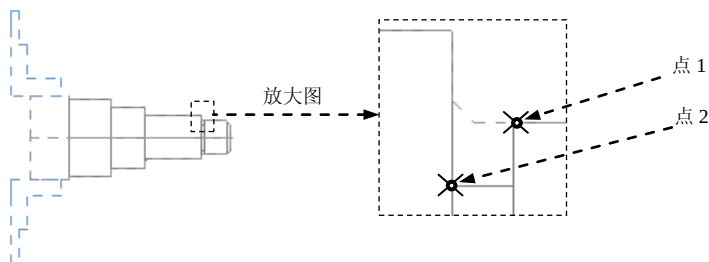
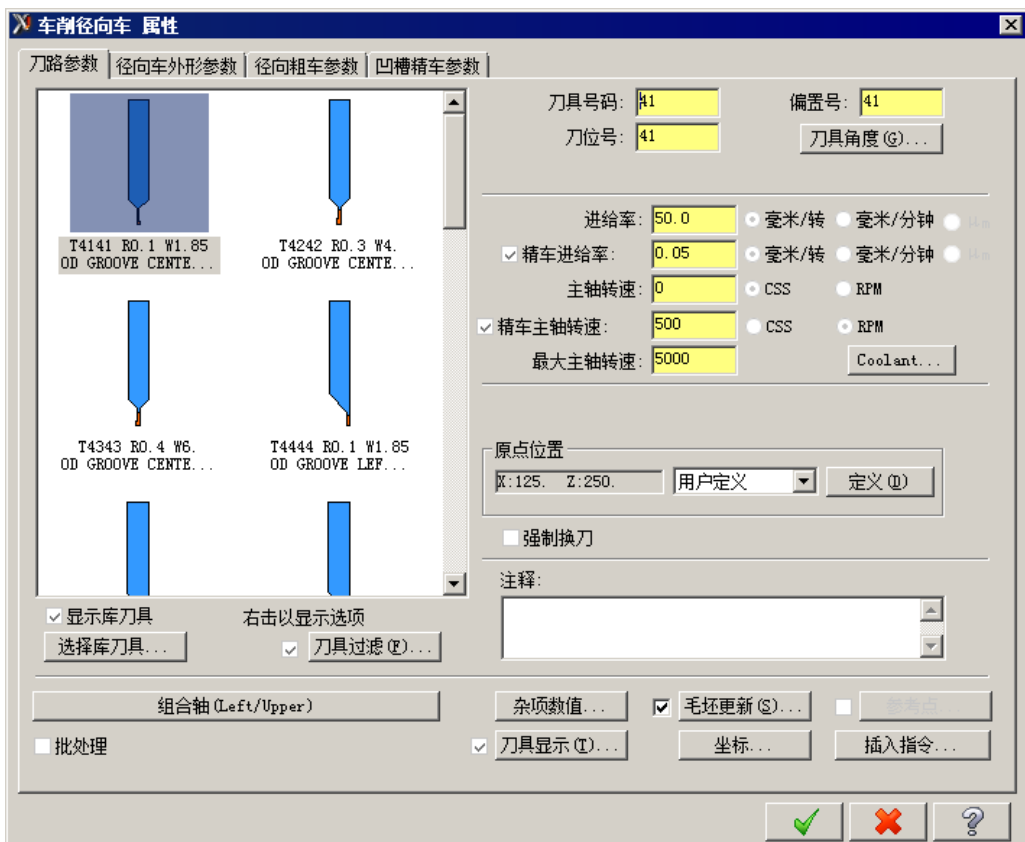

图 8.4.4 定义加工轮廓
图 8.4.5 “车削径向车 属性”对话框
Step2. 定义加工轮廓。在“径向车削选项”对话框中选中 ☐ 2点 单选项，单击 ☐ 按钮，在图形区依次选择图 8.4.4 所示的两个端点，然后按 Enter 键，系统弹出图 8.4.5 所示的“车削径向车 属性”对话框。